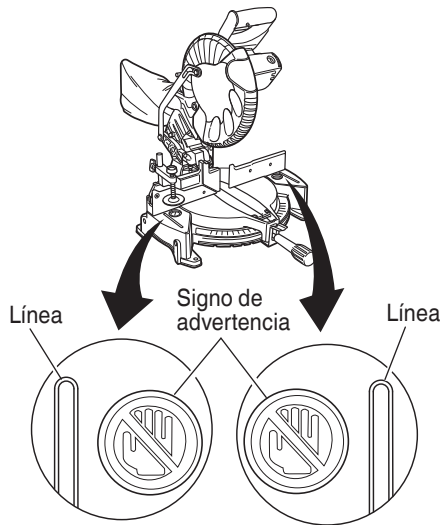

Fig. 19
- * No coloque nunca sus miembros dentro de la línea cerca del signo de advertencia mientras esté utilizando la herramienta. Esto podría resultar peligroso (consulte la Fig. 19).